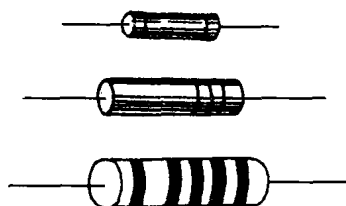

图 1-7 合成实心型电阻器的外形
(5) 合成实心型电阻器。合成实心型电阻器分有机实心型和无机实心型两种。前者是由导电物质如碳黑、石墨等，填充物质如云母粉、石英粉、玻璃粉、二氧化碳粉等，与有机黏合剂如酚醛树脂等材料混合高温压制形成的。后者也是由导电物质、填充材料与无机黏合剂如玻璃粉等混合高温压制形成，其优点是电阻温度系数较大，过负载能力较强，缺点是噪声较高，稳定性较差，阻值范围小，分布电感、电容较大。合成实心型电阻器的外形如图 1-7 所示。